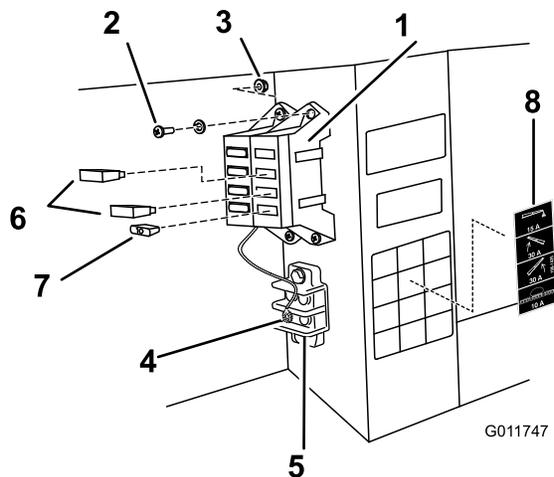

Figura 12
8. Ligue o fio de massa preto ao parafuso de 1/4 pol. existente no lado de dentro da estrutura do veículo, utilizando a anilha tipo estrela (Figura 12).
10. Instale o bloco de fusíveis e a cablagem na estrutura ao lado do bloco de fusíveis existente, utilizando os dois parafusos (n.º 10-24 x 3/4 polegada) e as duas porcas de bloqueio (n.º 10-24) conforme ilustrado em Figura 12.
- A. Instale os dois disjuntores térmicos de 30 amp nas ranhuras dos fusíveis de elevação da rampa esquerda e direita (Figura 12).
- B. Instale o fusível de 10 amp na ranhura do fusível de alimentação do sistema de pulverização (Figura 12).